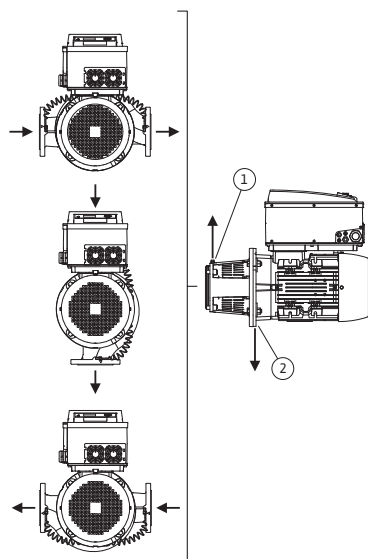
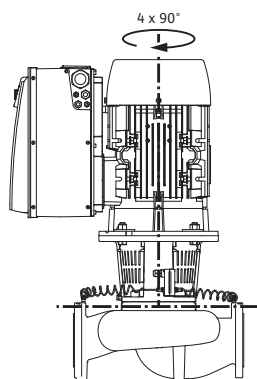

Fig. 18: Přípustné polohy instalace s vodorovnou hřídelí motoru
Fig. 19: Přípustné polohy instalace se svislým hřídelem motoru
Přípustné polohy instalace s vodorovnou hřídelí motoru a elektronickým modulem nahoru (0°) jsou znázorněny na Fig. 18.
Přípustné polohy instalace s bočně namontovaným elektronickým modulem ( $\pm 90^\circ$ ) nejsou zobrazené. Každá poloha instalace kromě „elektronickým modulem dolů“ ( $-180^\circ$ ) je přípustná. Odvzdušnění čerpadla je zaručeno pouze tehdy, když odvzdušňovací ventil směřuje směrem nahoru (Fig. 18, poz. 1). Pouze v této poloze (0°) může být vznikající kondenzát řízeně odváděn přes příslušné otvory, lucernu čerpadla jakož i motor (Fig. 18, poz. 2). K tomuto účelu odstraňte uzávěr příruby motoru.
- Odvzdušňovací ventil na lucerně (Fig. 6, poz. 1.31) musí u vodorovné hřídele motoru směřovat vždy nahoru (Fig. 6a: a Fig. 6b:). V případě svislého hřídele motoru je přípustná jakákoli orientace. Viz také Fig. 18: „Přípustné polohy instalace s vodorovnou hřídelí motoru“ na straně 25 resp. Fig. 19: „Přípustné polohy instalace se svislým hřídelem motoru“ na straně 25.
- U vodorovné hřídele motoru je poloha otvoru pro kondenzát směrem dolů nutná (Fig. 18, pol .2). Popřípadě se musí motor patřičně otočit.